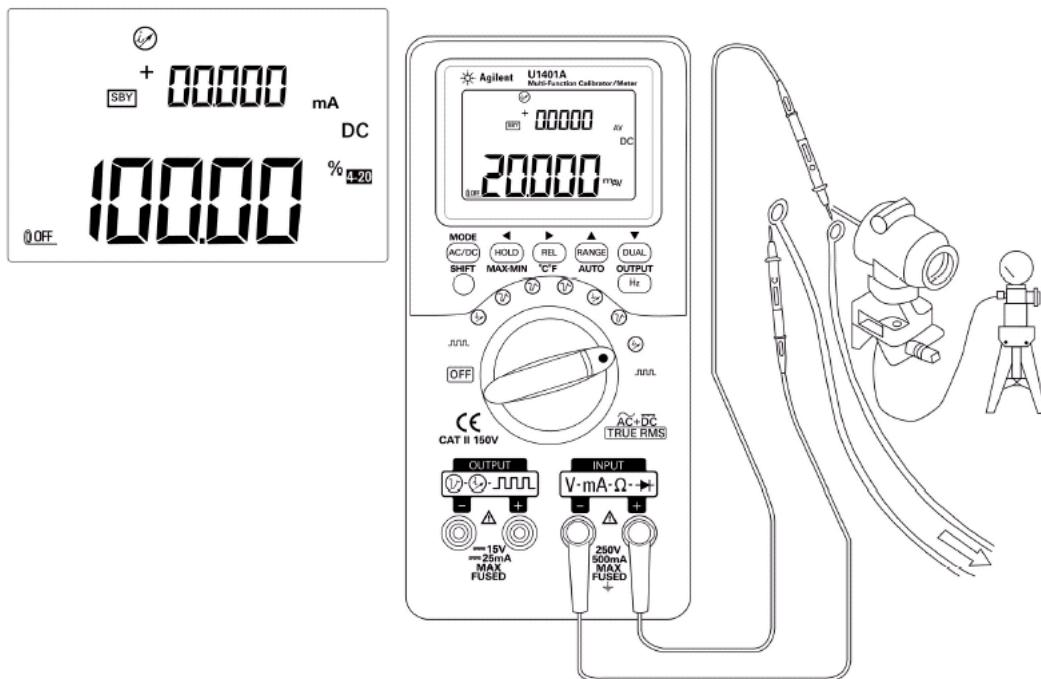

Рис. 3-3 Измерение постоянного тока
- Нажмите кнопку AC/DC , чтобы выбрать измерение постоянного (DC) тока.
- Присоедините наконечники измерительных проводов в разрыв цепи протекания тока и смотрите результат измерения на дисплее (см. рис. 3-3).
- Присоедините наконечники измерительных проводов в разрыв цепи протекания тока и смотрите результат измерения на дисплее. Слева вверху на рис. 3-3 показана индикация процентного значения тока, соответствующего тому 20 mA в диапазоне $4 \div 20 \text{ mA}$.